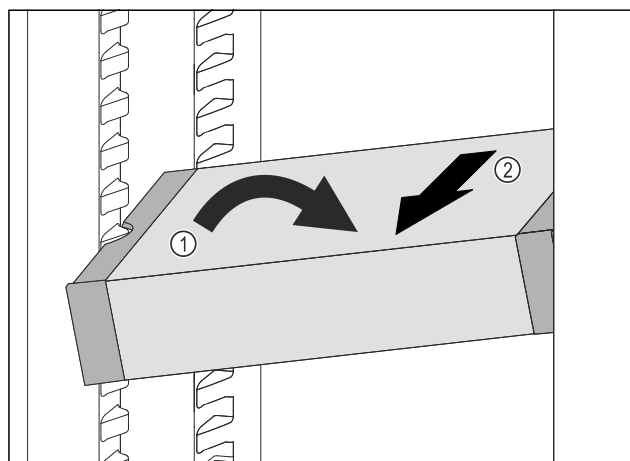

Fig. 133
- ▶ Predal VarioSafe postavite v hladilniku postrani. Fig. 133 (1)
- ▶ Predal VarioSafe izvlecite v smeri naprej. Fig. 133 (2)